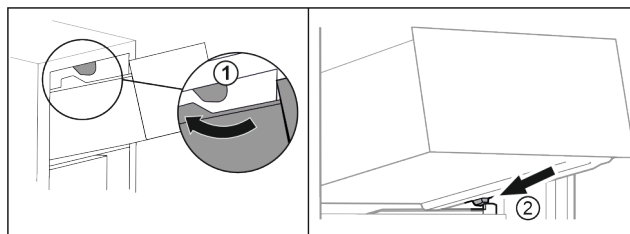

Fig. 98
- ▶ Lirka utdragslåda kring de övre stoppklackarna. Fig. 98 (1)
- ▶ Sätt utdragslåda i vinkel på behållarens galler bakom de nedre stoppklackarna. Fig. 98 (2)